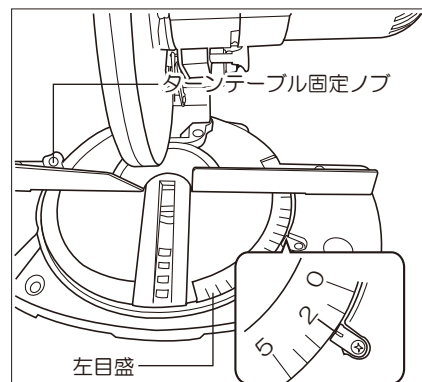

図26
- 傾斜角度45度の切断では、テーブルの角度を左目盛り2度(約)の位置に合わせて固定してください。(図26参照)